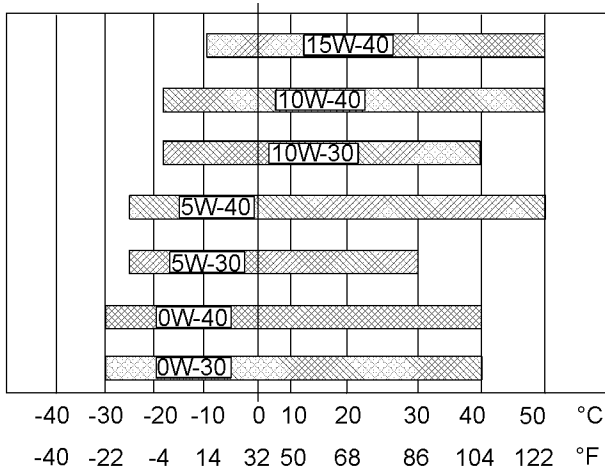

図 65
冷めたエンジンを始動するのに必要なオイルの粘度を判断するには、図65 (最低温度) を参照してください。
想定される最高外気温でエンジンを運転する際のオイル粘度を選定するには、図65 (最高温度) を参照してください。
- 適切な推奨油粘度を参照してください。図65を参照して、各エンジンに適した粘度等級を確認してください。